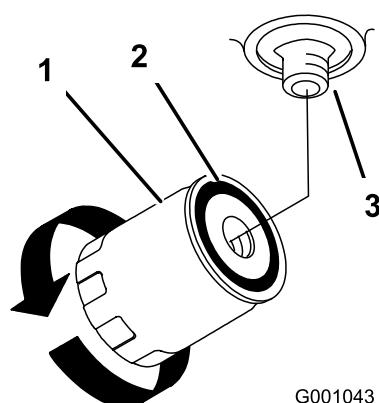

図 71
4. オイルフィルタを外し、フィルタのアダプタのガスケットの表面をきれいに拭く図 71。
7. ガスケットがアダプタに当たるまで手でねじ込み、そこから更に $\frac{1}{2}$ 回転増し締めする図 71。